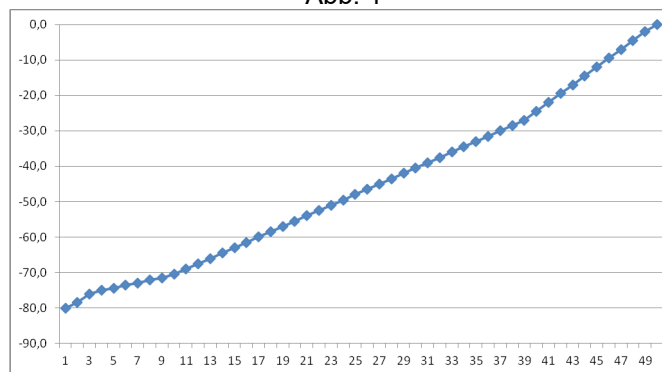

Abb. 2
- Lautstärkeskala #2 – Diese Skala eignet sich für die Lautsprecher mit hoher Effizienz (Abb. 2).